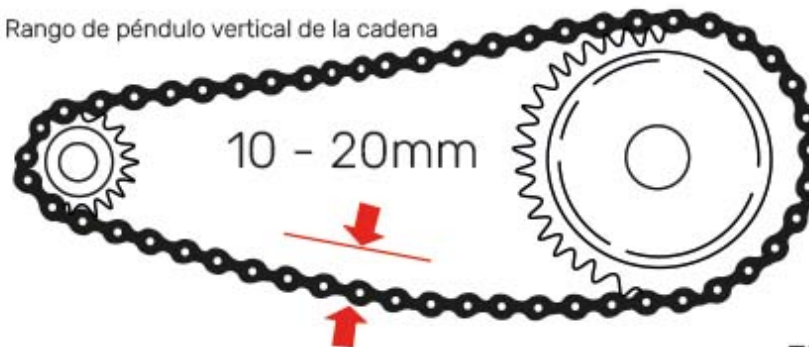

Fig. 1
2. Ajuste verticalmente la cadena, entre los dos piñones debe estar dentro de 10-20mm (Fig.1).
3. Para ajustar gire la tuerca de ajuste, ① después de la inspección, apriete la tuerca del eje del piñón y la tuerca del eje del vehículo (el par de torsión de la tuerca del eje del vehículo: 80-100 N.m.).